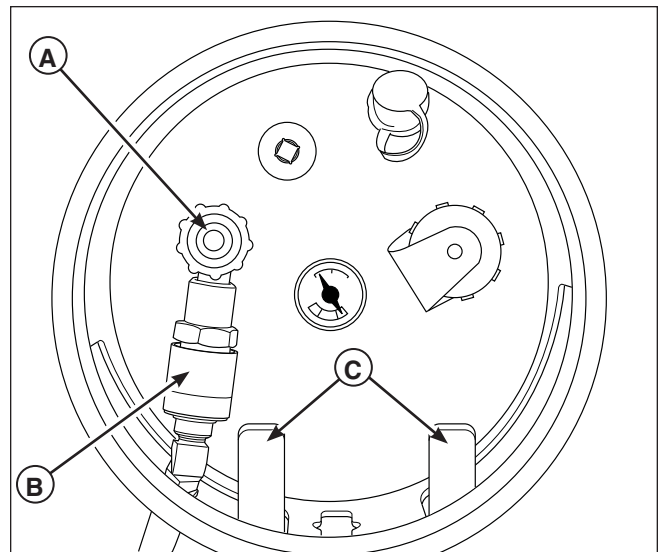
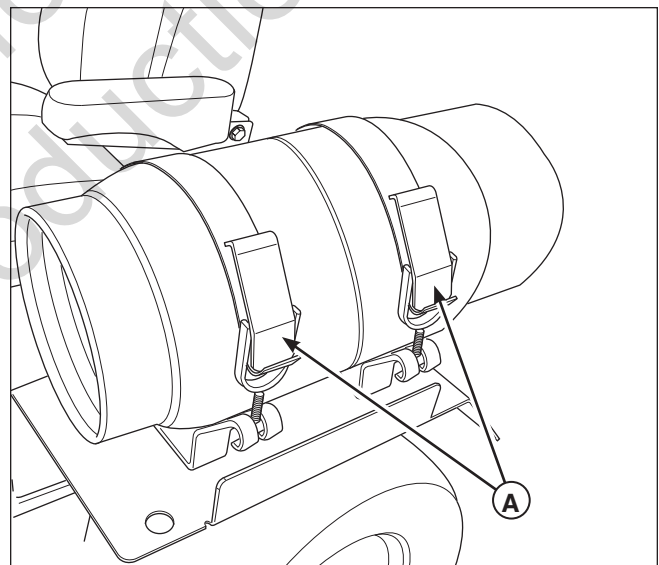

Figura 1. Cierre de la válvula de corte del depósito de combustible
Figura 2. Liberación de las bandas del depósito
1. Cierre la válvula de corte de combustible (A, Figura 1) girándola EN EL SENTIDO DE LAS AGUJAS DEL RELOJ.
2. Los accesorios de la manguera de suministro de combustible (B) tienen roscas izquierdas. Gire el accesorio de la manguera de suministro de combustible hacia la derecha para soltar el accesorio de la manguera de suministro de combustible.
3. Suelte las bandas del depósito de propano (A, Figura 2) que fijan el depósito de propano a la máquina.
1. Coloque el depósito de propano de modo que el soporte de posicionamiento del depósito (C, Figura 1) encaje en las ranuras que se encuentran a cada lado de la ranura central.
2. Conecte el accesorio de la manguera de suministro de combustible (B) al depósito. Gire el accesorio de la manguera de suministro de combustible hacia la izquierda para apretar el accesorio de la manguera de suministro de combustible.
3. Apriete las bandas del depósito de propano (A, Figura 2) que fijan el depósito de propano a la máquina.
NOTA: Espere hasta que esté listo para arrancar la máquina antes de volver a abrir la válvula de corte de combustible (A, Figura 1).